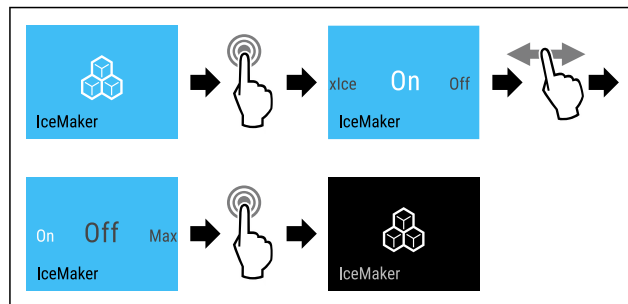

Fig. 20 Exempel med aktiv funktion IceMaker
- ▶ Genomför stegen (se Fig. 20) .